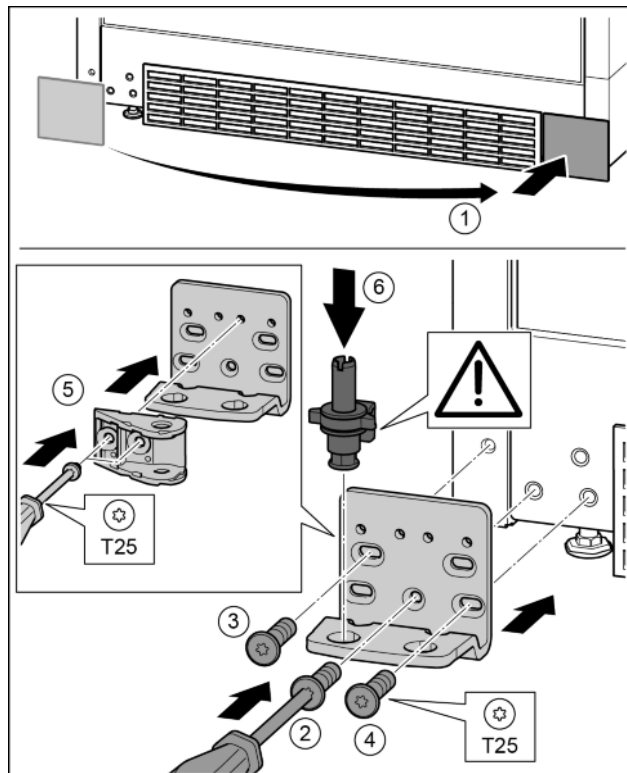

Fig. 31
- Asportare la copertura e applicarla sull'altro lato. Fig. 31 (1)
- Applicare il blocco di supporto sull'altro lato e avvitare con un cacciavite T25. Iniziare dalla vite 2 centrale in basso. Fig. 31 (2)
- Serrare la vite 3 e 4. Fig. 31 (3, 4)
- Ruotare il collegamento dell'ammortizzatore di chiusura di 180°. Sull'altro lato del blocco di supporto avvitare con un cacciavite T25. Fig. 31 (5)
- Inserire completamente il perno di supporto. Prestare attenzione che l'arresto sia rivolto verso il lato posteriore. Fig. 31 (6)